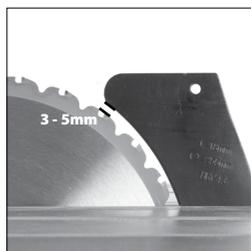

Fig. 16
- Réglez le couteau diviseur pour obtenir un écartement de 3 à 5 mm par rapport à la lame de la scie (**Fig. 16**).